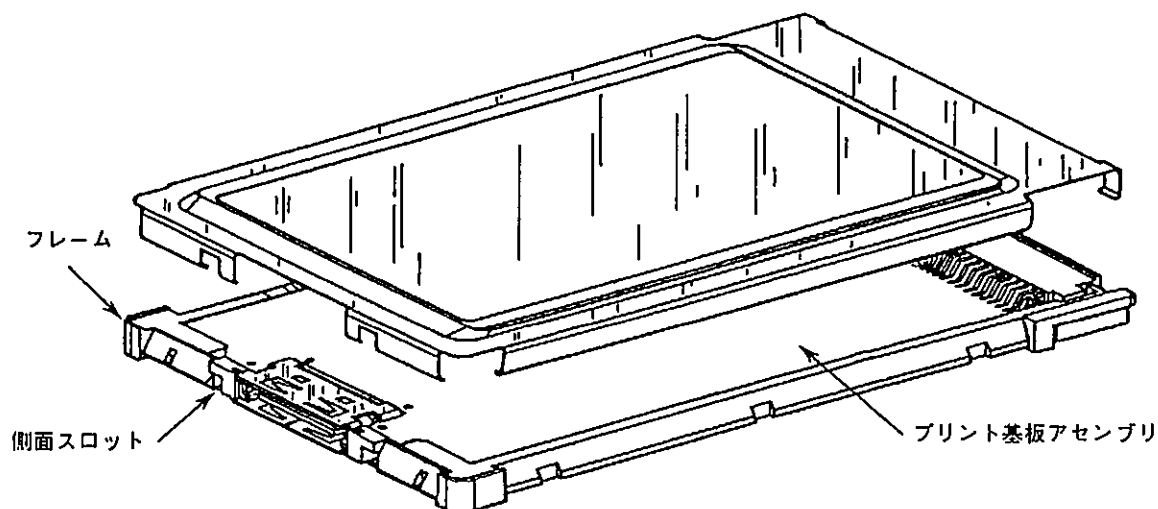

Fig. 2
- ① Fig. 2 に示すようにプリント基板アセンブリをボトム・カバーの中に入れます。ケーブル・ヘッダーの側面タブとコンピュータの側面スロットは、フレームのスロットと嵌合します。コネクタの上部は、フレームの上部と同じ高さになるように、揃えて下さい。